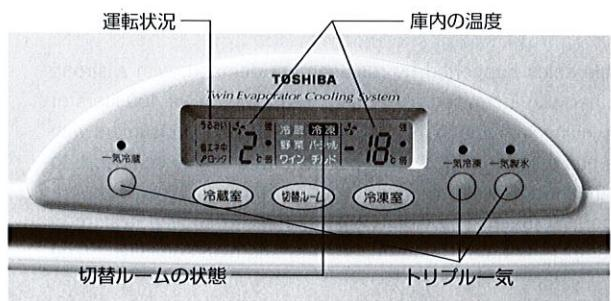

図2. みはりパネルの外観 冷蔵室扉前面に搭載した。
- (1) 冷凍専用と冷蔵専用の独立した二つの冷却器をタイムシェアリング制御で交互に運転し、それぞれの温度帯に適した冷却運転により、庫内を低温・恒温・高湿状態にして、食品鮮度保存機能を従来の約2倍に向上させた。
- (2) インバータ制御の小型コンプレッサおよび冷却ファンの採用とエネルギー効率の良いツイン冷却方式により、従来機種に比べて32%の消費電力量低減と静音化を図った。
- (3) 庫内の温度や運転状況が外から見える“みはりパネル”を冷蔵庫前面に搭載した(図2)。